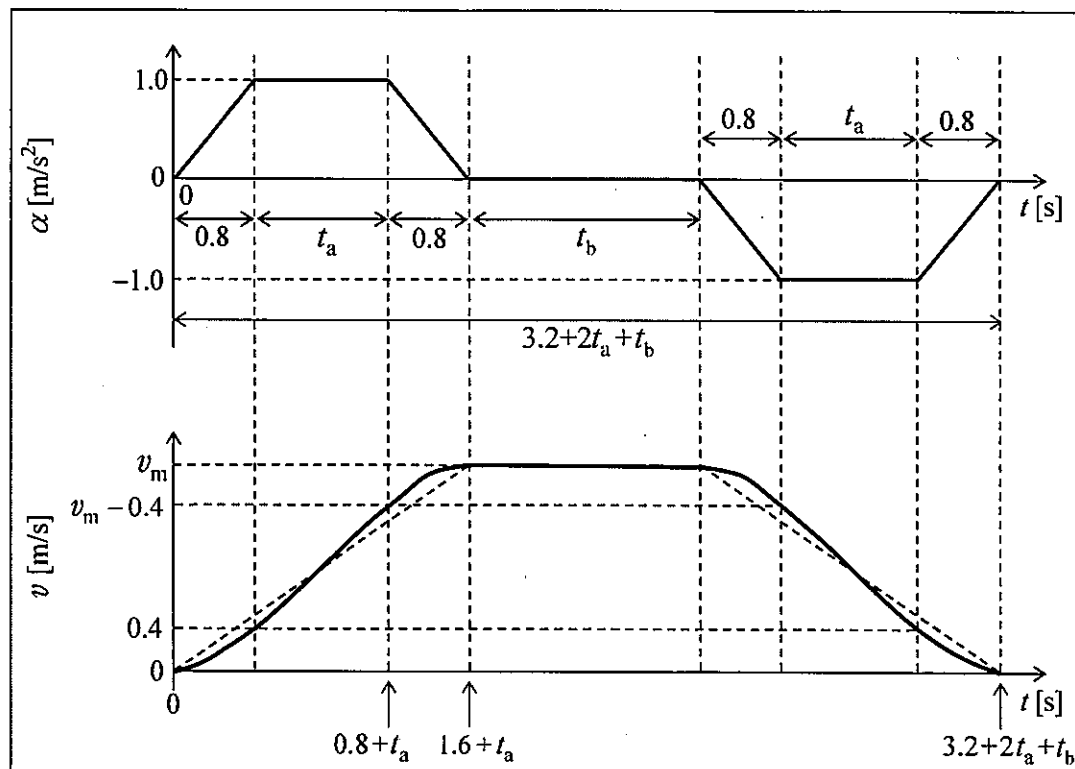

図1 加速度及び速度の時間的变化
1) かごが1階で停止している状態から、加速度 α [m/s²]を図1のパターンで変化させる。なお、加速度の最大値を1m/s²、加速度変化率の最大値を1.25m/s³とし、加速度の大きさを最大値に保つ時間を t_a [s]、加速度を零として最大速度で運転する時間を t_b [s]としている。
従って、 $h=1$ で、最大加速度 $\alpha=1.0\text{m/s}^2$ のときの F は 5 [N] であり、図1で速度、加速度ともに大きくなる $t=0.8+t_a$ での供給電力 $P=F \times v$ は、 6 [kW] と計算できる。